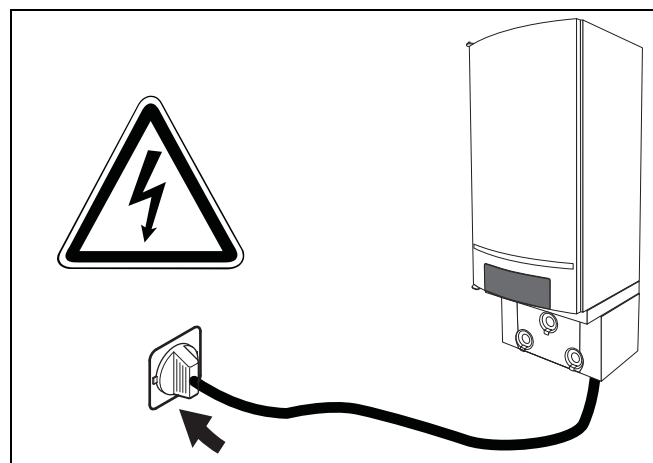

Fig. 43 Introduceți ștecherului în priză
- Introduceți ștecherul cablului de rețea în priza cu pământare de protecție (230 VAC/50 Hz) (fig. 43).